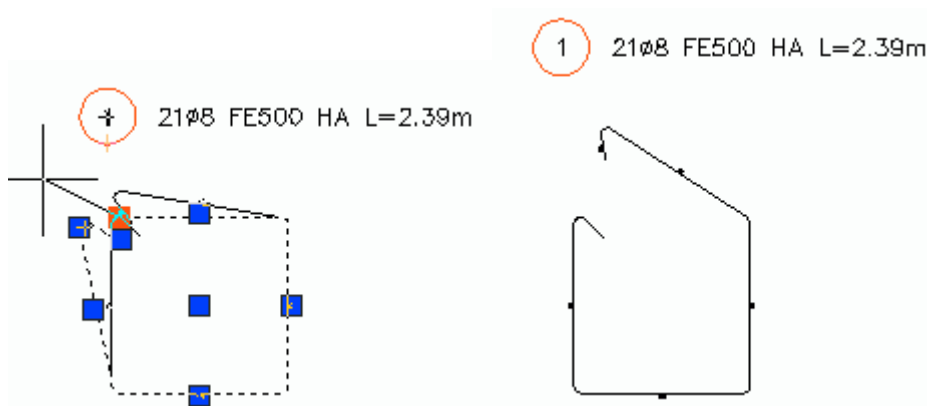

Figura 399: Extinderea segmentului detaliului de bară
2. Clic un punct grip (ca în figura 399) și extindeți segmentul.